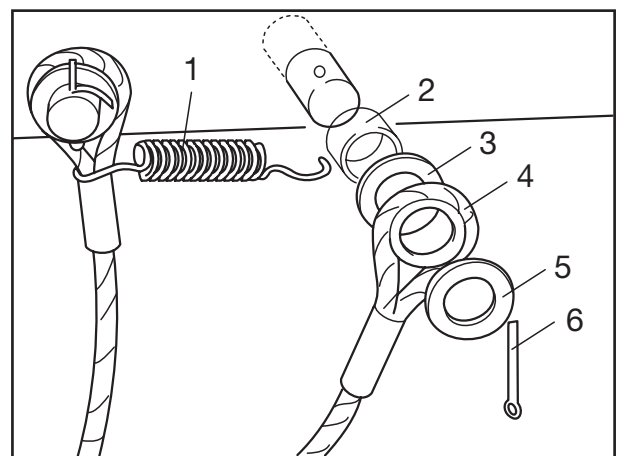

Fig. 2
- [1] Zugfeder (Fig. 2/1) aushängen, falls vorhanden. Splinte (Fig. 2/6) aus den Splintbolzen herausziehen.
- [2] Scheibe (Fig. 2/3), Fangseil (Fig. 2/4) und Scheibe (Fig. 2/5) von den Splintbolzen abnehmen.
- [3] Bei längeren Bolzen die Distanzhülsen (Fig.2/2) anschließend abnehmen.
- [4] Distanzhülsen (Fig.2/2) aufschieben.
- [5] Scheiben (Fig. 2/3) auf die Splintbolzen schieben.
- [6] Ein Ende des Fangseils (Fig. 2/4) auf einen Splintbolzen stecken, Scheibe (Fig. 2/5) aufschieben, neuen Splint (Fig. 2/6) einstecken und durch Umbiegen sichern.